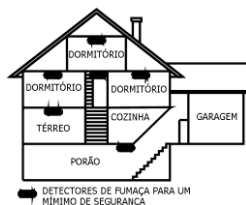

Figura 2: Locais de instalação para detectores de fumaça e calor em apartamentos ou casas com mais de um andar.
- Instale um detector de fumaça e calor em cada andar de uma residência que tenha mais de um piso (*ver Figura 2*).